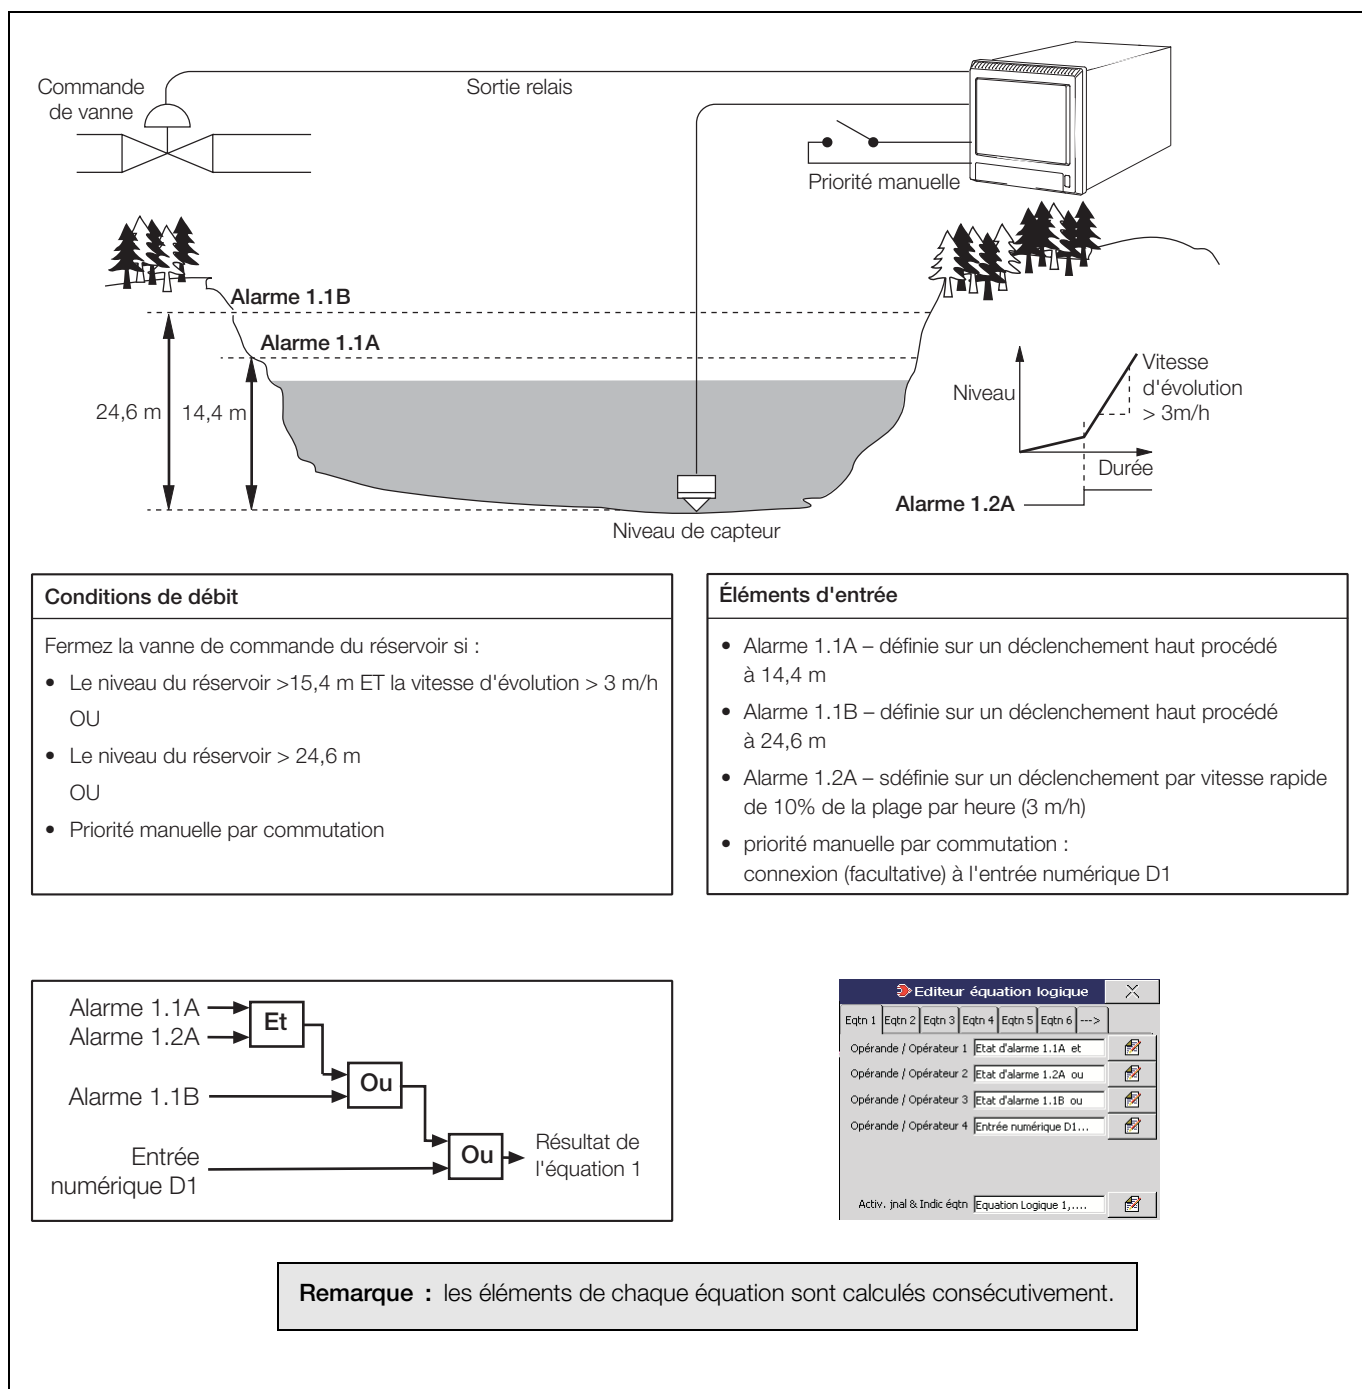

Fig. 3.1 Exemple d'équation logique
3.2 Exemple – Contrôle du niveau du réservoir – Fig. 3.1